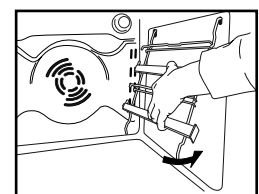

Fig. 4
4. Zamocować ponownie prowadnice boczne w piekarniku (Fig. 4).